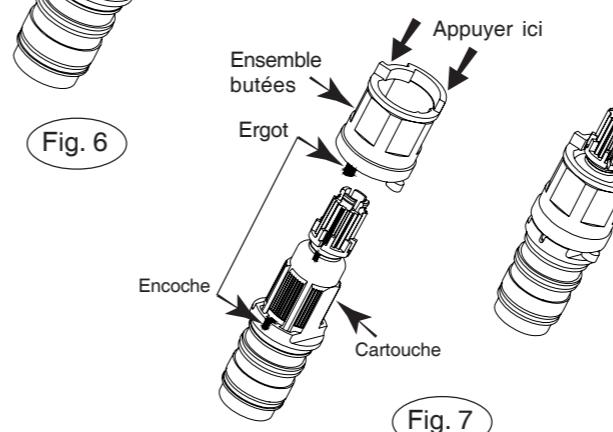

Fig. 7
- Engager **à fond** l'ensemble butées sur la cartouche en orientant l'ergot avec l'encoche (fig. 7).